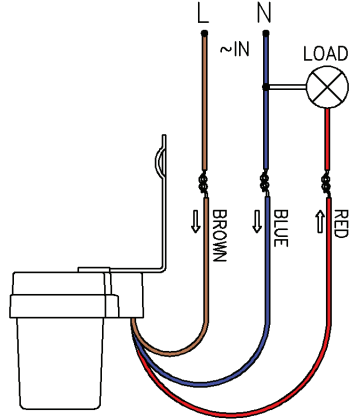

FIG.1
- Подключите кабели согласно схеме в конце инструкции. /рисунок 1/
- Lidhur kablot sipas diagram në fund të instrukсионit. /fig.1/
- Συνδέστε τα καλώδια σύμφωνα με το διάγραμμα στο τέλος της εντολής. /fig.1/